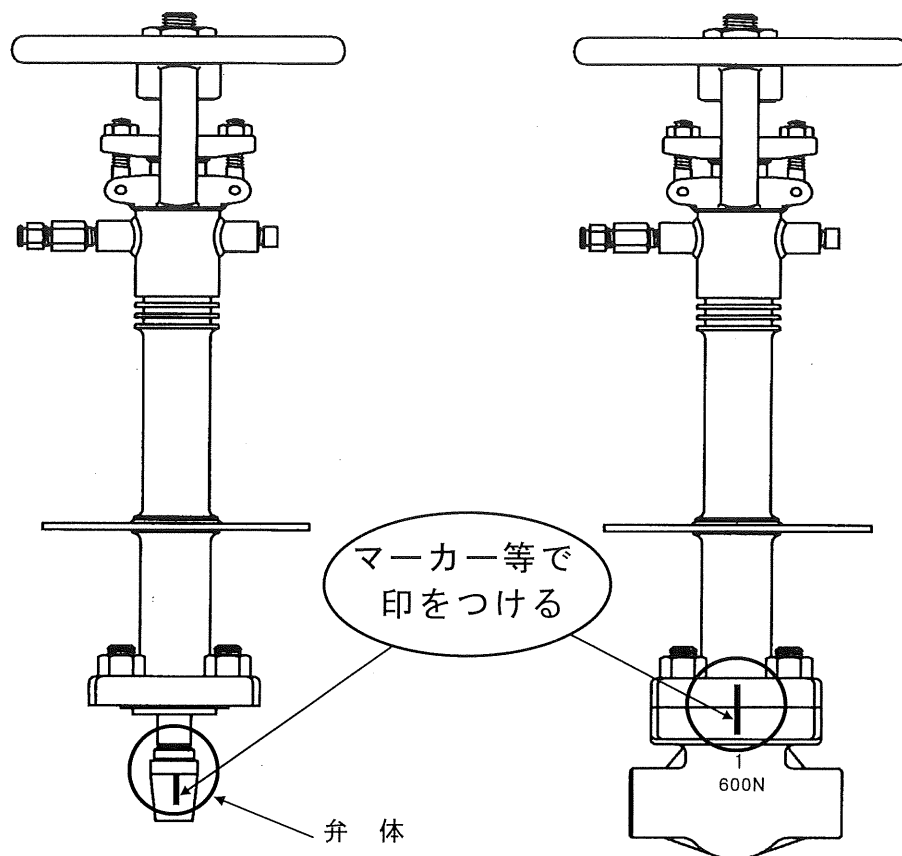

図 7.1 “合マーク”の仕方の例
- ふたボルトナットを緩めるまえに弁箱とふたをまたいでマーカ一等で図 7.1に示すとおり“合マーク”の印をしてください。組立てするとき、“合マーク”に合わせます。
- ① 全閉状態にあるバルブは、ハンドル車を反時計廻りに廻し、バルブを中間開度の状態にしてください。全閉状態にある仕切弁は、弁体とシートリングのシート面が完全に密着していますから、この状態では、以降の分解を難しくしますので、組立てたままの状態シート面が離れる状態までバルブを開くことにより分解しやすくなります。
- ② そのままの状態ふたボルトナットを1本ずつ対角線上に取り外してください。もし、残圧がある場合は、この時点でシューという音と共に漏れがあります。この場合は、シューという音が消えるまで、一時放置して残圧が無くなるのを確認し、作業の安全を確保してから作業してください。
- ③ ふたフランジ部を軽打し、弁箱から弁体、弁棒及びふたを組立てたままの状態取外し、ガスケットだけの交換の場合は、この状態でガスケットを弁箱から取り出し、新品と換えることができます。
- ④ 弁棒より弁体を取り外す場合は、シート面に傷がつかないように注意してください。仕切弁の弁体は、再組立のための図 7.1に示すとおり“合マーク”を印して入方向が判るようにしておくことにより当たりの出ているシート面が合致して漏れを防止します。
- ① 全閉状態にあるバルブは、ハンドル車を反時計廻りに廻し、バルブを中間開度の状態にしてください。
- ② そのままの状態ですたボルトナットを1本づつ対角線上に取り外してください。もし、残圧がある場合は、この時点でシューという音と共に漏れがあります。この場合は、シューという音が消えるまで、一時放置して残圧が無くなるのを確認し、作業の安全を確保してから作業してください。
- ③ ふたフランジ部を軽打し、弁箱から弁体、弁棒及びふたを組立てたままの状態です取外し、ガスケットだけの交換の場合は、この状態でガスケットを弁箱から取り出し、新品と換えることができます。
- ④ 弁棒より弁体を取り外します。
- ⑤ 弁棒の底部をホルダー（万力等）で支えます。
- ⑥ ハンドル押え用ナット、ワッシャーを取り外します。
- ⑦ ハンドル車を取り外します。
- ⑧ グランドボルトナットを両方とも取り外し、グランドフランジを上方に当ててルーズにします。
- ⑨ そのままの状態ですたを反時計廻りに廻しながら上方に引き抜きます。